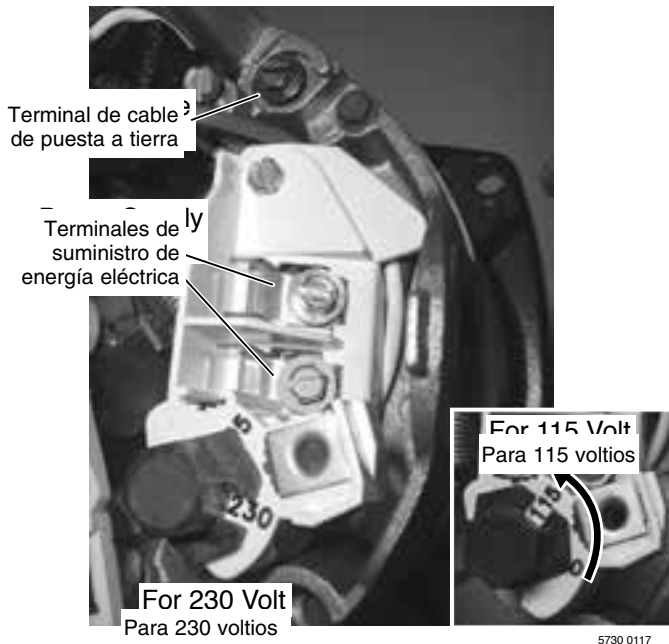

Figura 3 - Diagrama de cableado monofásico de doble tensión 115/230 V
Diagrama de conexión para motores monofásicos de doble tensión. El tablero de bornes de su motor de doble tensión (debajo de la cobertura del motor) será similar al que aparece en la Figura 3. Si su suministro de corriente eléctrica es de 115 voltios, use un destornillador de hoja plana o un sacatuerzas para cambiar el cuadrante de 230 voltios a 115 voltios (consulte la Figura 3). Conecte los cables de suministro de corriente a L1 y L2.
- Paso 7. Conecte los conductores que llevan la corriente a los bornes L1 y L2 bajo el techo del motor. Cuando cambie el motor, inspeccione el diagrama de cableado en la placa de fábrica del motor contra la Figura 3. Si el diagrama de cableado del motor no corresponde a ninguno de los diagramas en la Figura 3, siga el diagrama en el motor.
IMPORTANTE: Los modelos monofásicos de 115/230 voltios se despachan de fábrica con el motor cableado para 230 voltios. Si el suministro de corriente es de 115 voltios, saque el techo del motor y vuelva a conectarlo según se ilustra en la Figura 3. No trate de hacer marchar el motor en el estado que se recibió, si la corriente es de 115 voltios.